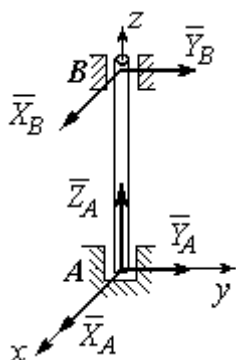

Рис. 1.5. Реакции подшипника и подпятника
**Подшипник и подпятник.** Подшипник представляет собой цилиндрический шарнир (рис. 1.5, подшипник *B*). Его реакция может иметь любое направление в плоскости, перпендикулярной оси шарнира. При решении задач реакция подшипника раскладывается на две составляющие. Например, на рис. 1.5 реакция  $\vec{R}_B$  подшип-
Подпятник является цилиндрическим шарниром с упором. В задачах реакция подпятника обычно изображается векторами  $\vec{X}_A, \vec{Y}_A, \vec{Z}_A$ , представляющими разложение силы реакции подпятника по заданным направлениям координатных осей (см. рис. 1.5, подпятник  $A$ ). Величина реакции подпятника